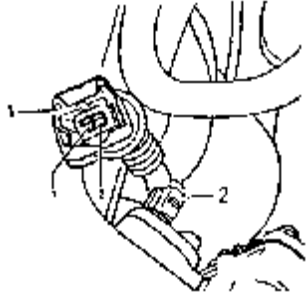

图 3-21 拔下进气温度传感器的插头
(5) 显示区域 4 中显示进气温度值。进气温度传感器（G42）的检查与冷却液温度传感器的检查类似。进气温度传感器的插头端子如图 3-21 所示。冷却液温度传感器和进气温度传感器的电阻随温度而变化的关系如图 3-22 所示。在图中分成两个温度区域，A 区域指示的是 $0\sim 50^\circ\text{C}$ ，B 区域指示的是 $50\sim 105^\circ\text{C}$ ，例如 30°C 位于 A 区，相应的电阻值应为 $1.5\sim 2.0\text{K}\Omega$ ； 80°C 位于 B 区，相应的电阻值应为 $275\sim 375\Omega$ 。